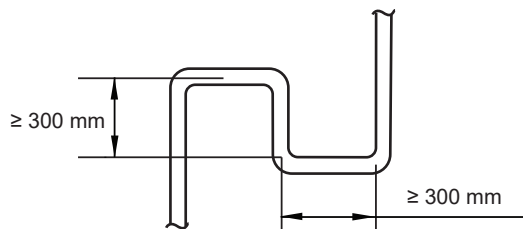

Figura 4.3
- Cuando la unidad exterior está por encima de la unidad interior y la diferencia de nivel supera los 20 m, se recomienda establecer un codo de retorno de aceite cada 10 m en la tubería de gas de la tubería principal. Las especificaciones recomendadas del sifón de retorno de aceite se muestran en la figura 4.3.
- Requisito 3:** La mayor diferencia de nivel entre la unidad interior y la unidad exterior no debe exceder los 90 m (si la unidad exterior está arriba) o los 110 m (si la unidad exterior está debajo). Además: (i) Si la unidad exterior está por encima y la diferencia de nivel es mayor de 20 m, se recomienda que se establezca un sifón de retorno de aceite con las dimensiones que se especifican en la Figura 4.3 cada 10 m en la tubería de gas de la tubería principal; y (ii) si la unidad exterior está por debajo y la diferencia de nivel es de más de 40 m, la tubería de líquido de la tubería principal (L1) debe aumentar una medida.